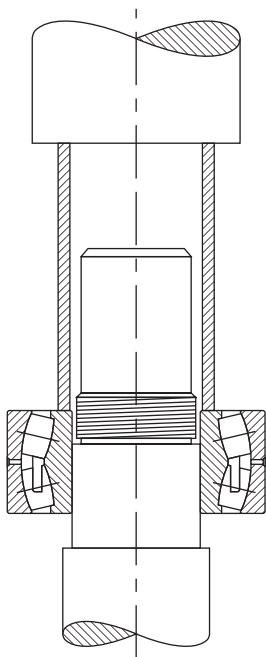

Fig. 17. Méthode avec presse à mandrin.
- Une autre méthode de montage, généralement utilisée sur les roulements de plus petite taille, consiste à pousser le roulement sur l'arbre ou dans le logement. Ceci peut être réalisé à l'aide d'une presse à mandrin et d'un tube de montage, comme le montre la fig. 17.